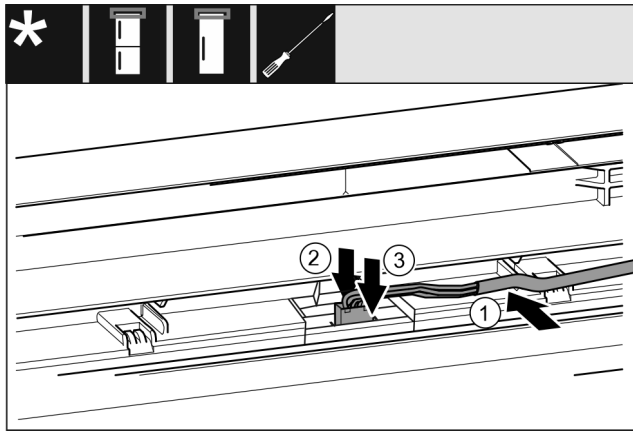

Fig. 33
- ▶ Τοποθετήστε το γκρι καλώδιο στον οδηγό στην επάνω πόρτα. Fig. 33 (1)
- ▶ Πιέστε την προεξοχή ασφάλισης προς τα πίσω. Fig. 33 (2)
- ▶ Κουμπώστε το φιν. Fig. 33 (3)